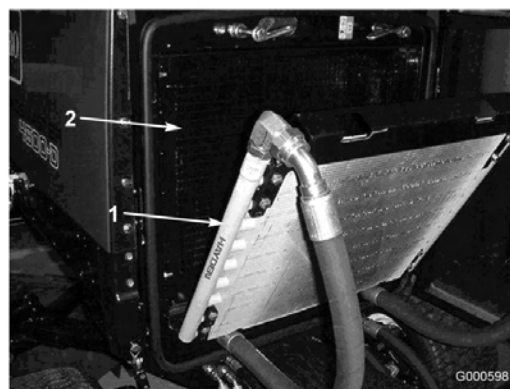

Figura 51
3. Gire el enfriador hacia atrás. Limpie a fondo ambos lados del enfriador de aceite y la zona del radiador (Figura 51) con aire comprimido.